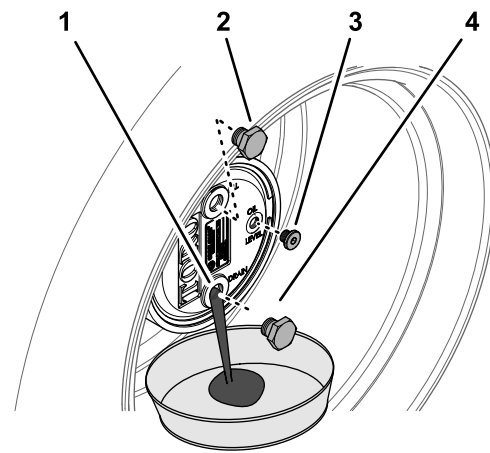

Figure 139
3. Placez un bac de vidange sous le moyeu du train planétaire, enlevez le bouchon de vidange à la position 6 heures et vidangez toute l'huile (Figure 139).
5. Insérez le bouchon de vidange dans l'orifice de vidange du carter de train planétaire (Figure 139).
2. Enlevez le bouchon de remplissage de la position 12 heures et le bouchon de contrôle de la position 3 heures (Figure 139).